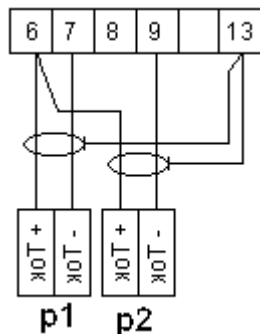
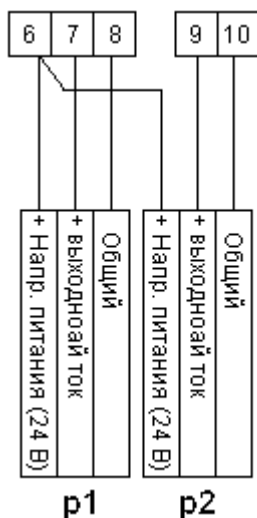

Рис. 2 Двухпроводная схема подключения преобразователей давления (4-20 мА), питание от вычислителя + 24 В
Рис. 3 Трехпроводная схема подключения преобразователей давления, питание от вычислителя + 24 В
2. На рисунке представлена схема подключения преобразователей давления, имеющих собственный источник питания. Другие варианты подключения преобразователей давления представлены на рис.2 и рис. 3 настоящего приложения.
Примечания: 1. К вычислителю по схеме рис.2 и рис.3 можно подключать не более двух преобразователей давления.